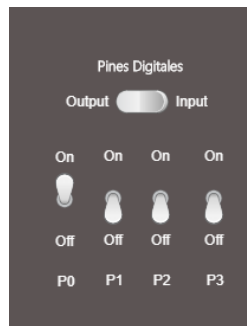

Figura 5.8: Interruptor P0
4. Ubicar el interruptor del pin 0 (*P0*) y dar click (figura 5.8). Se puede observar que el led se encenderá, esto debido a que el valor lógico que se está mandando es 1, equivalente a 5 [V] de alimentación.